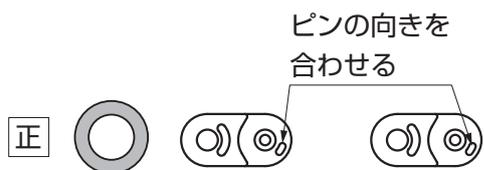
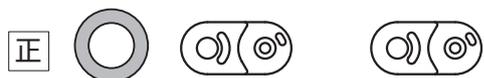
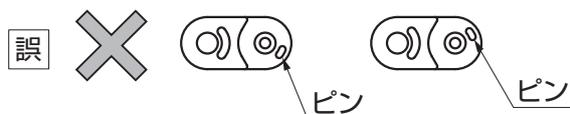

図3-12 網戸上部のキャタピラの向き
図3-13 網戸下部のキャタピラの向き
図3-14
- ①キャタピラが外れてしまった場合には、図3-12、図3-13、図3-14を参照してキャタピラの向きに注意しながらはめ込みます。